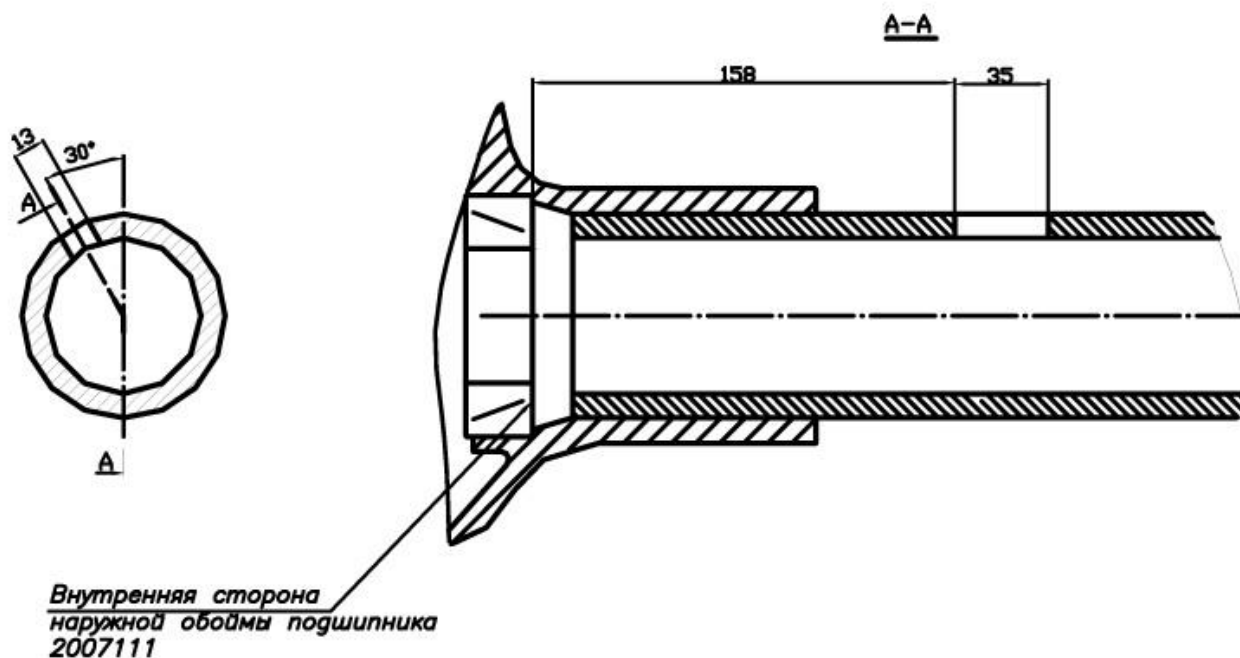

Рис. 2.
3.1. В соответствии с рис. 2 сделайте паз для установки вилки включения блокировки дифференциала.
6.1. Наденьте на полуось шлицованную муфту 1 и поводок 2, как показано на рис. 2.